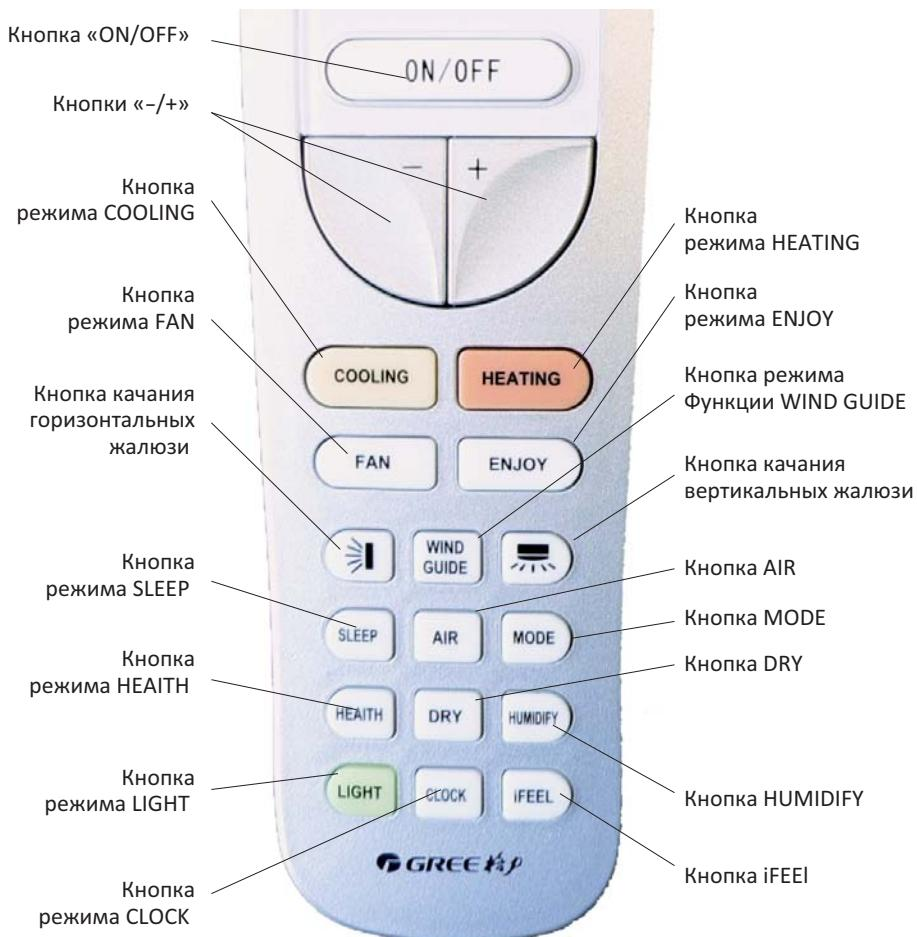
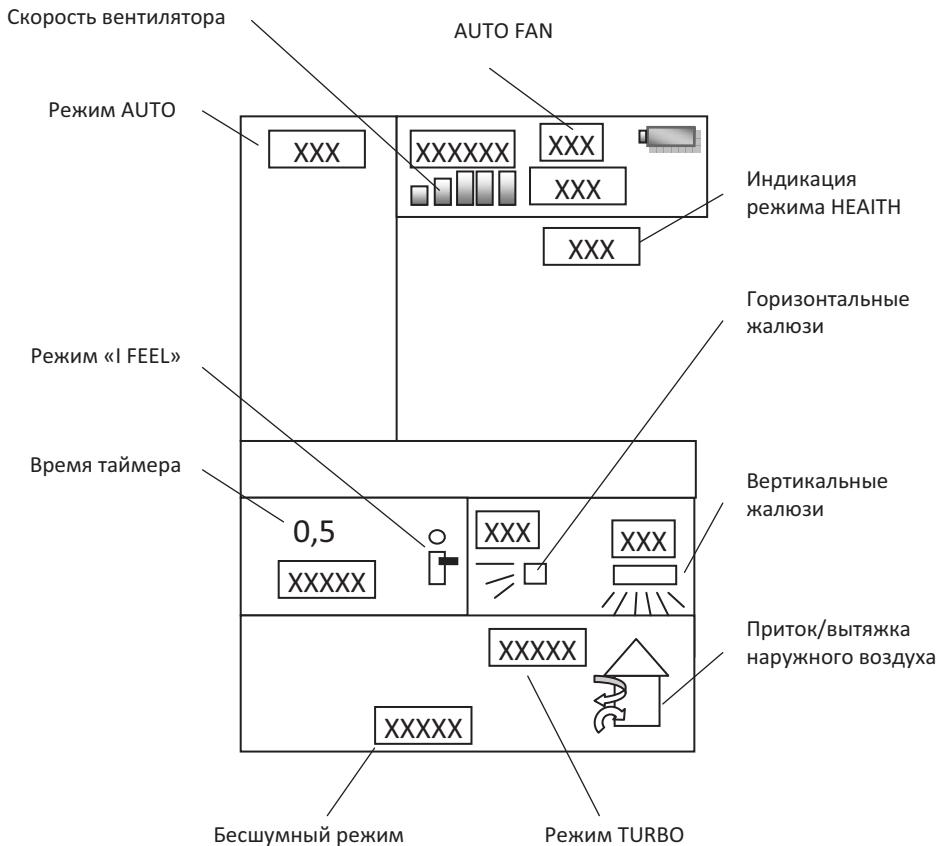

Рис. 5.3
Рис. 5.4
5.6.2 Кнопочная панель пульта управления (рис. 5.3).
- Кнопкой MODE (рис. 5.3) выберите автоматический режим работы. На ЖК-дисплее высветится символ в зоне индикации согласно рис. 5.4.
- Кнопками «+/-» (рис. 5.3) установите необходимую температуру в диапазоне от 16~30 °C. Точность поддержания заданной температуры ±0,5 °C. Каждое нажатие кнопок «+/-» увеличивает/ уменьшает значение температуры на 0,5 °C.
- Кнопками «+/-» (рис. 5.3) установите необходимую температуру.